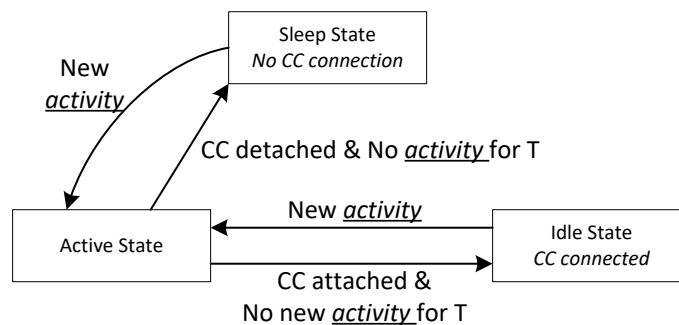

図 7-25. 電源状態のフロー ダイアグラム
TPS26750A は、次の 3 つの電源状態で動作できます。アクティブ、アイドル、またはスリープ。最新のスタンバイモードは、アイドル モードの特殊なケースです。セクション 5.7 に、各状態で使用できる機能の概要を示します。このデバイスは、アクティブで必要とされる回路に基づいて、3 つの電源状態間を自動的に遷移します。図 7-25 を参照してください。スリープ状態では、TPS26750A は Type-C 接続を検出します。アクティブ モードからアイドル モードに移行するには、以下のアクティビティがない期間 (T) が必要です。